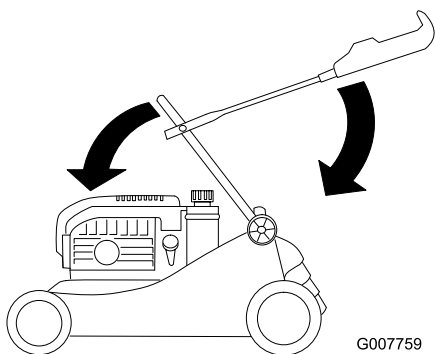

Figura 37
3. Con cuidado, mueva hacia adelante la sección inferior del manillar hasta que descansa sobre el motor (Figura 37).
4. Con cuidado, mueva hacia atrás la sección superior del manillar hasta que quede plana (Figura 37).